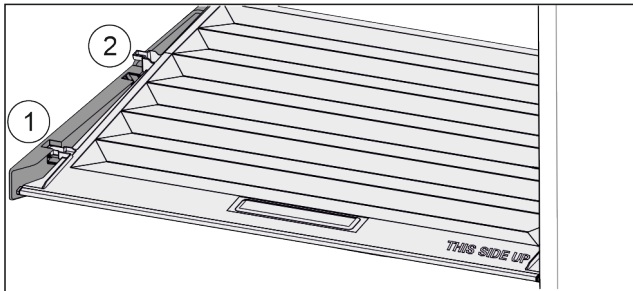

Fig. 27
- ▶ Tirer le couvercle vers l'avant jusqu'à dans l'orifice des pièces de retenue Fig. 27 (1).
- ▶ Le soulever par le bas à l'arrière et le sortir par le haut Fig. 27 (2).